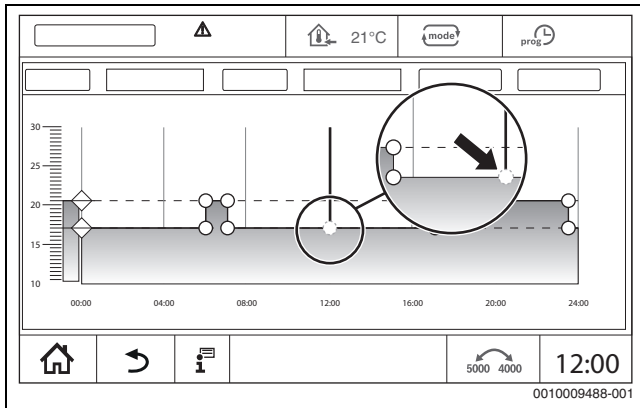

Рис. 27 Добавление точки переключения
- Коснитесь точки переключения (→ рис. 27, стр. 27) и потяните на температуру пониженного режима.